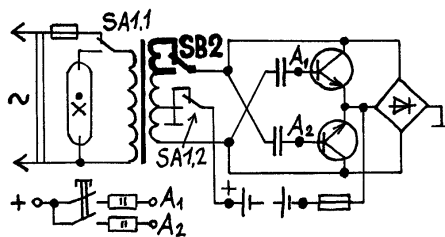

рис.12
10. При эксплуатации ЗУ, совмещенного с преобразователем напряжения, для ламп дневного света [4] часто возникает проблема дозарядки аккумулятора. Чтобы повысить напряжение ЗУ, достаточно ввести в схему устройства переключатель SB2 (рис.12) и дополнительную обмотку (выделена жирной линией).